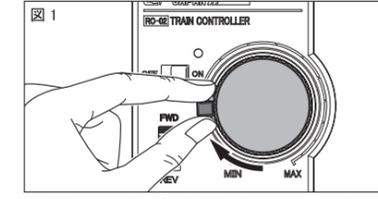
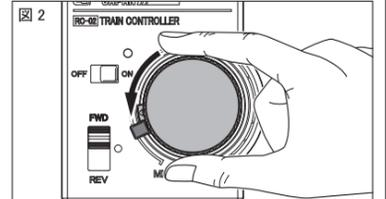

図1
図2
- ① 車両運転の準備の、「3-1 電源を入れる」「3-2 方向切り替えスイッチ」まで実施し、車両を進めたい方向に方向切り替えスイッチを切り替えます。
- ② スピードコントロールダイヤルとアジャスターリング※1を一緒に右に回して車両を走行させます。(図1参照) スピードコントロールダイヤルを少しずつ左に回しながら、車両が停車してヘッド・テールライト及び室内灯が点灯する位置にあわせませす。(図2参照)